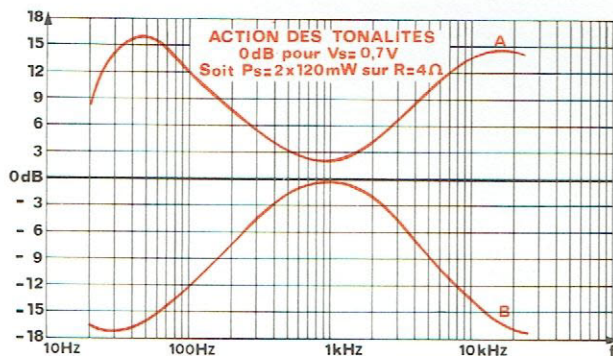

Fig. 28
- $\approx +12 \text{ dB}$ à 100 Hz et à 10 kHz Figure 28 courbe A
- $\approx -12 \text{ dB}$ à 100 Hz et à 10 kHz Figure 28 courbe B